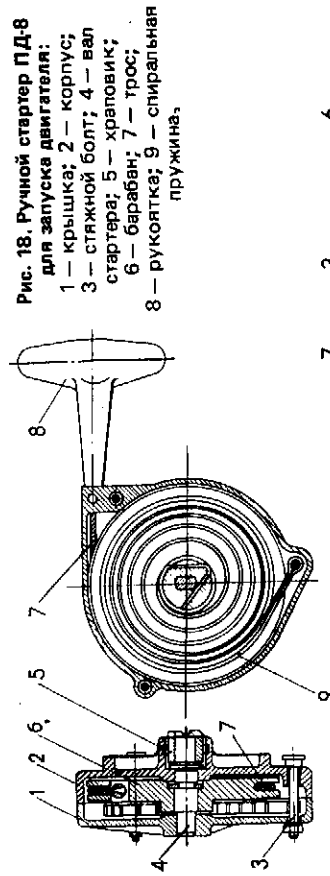
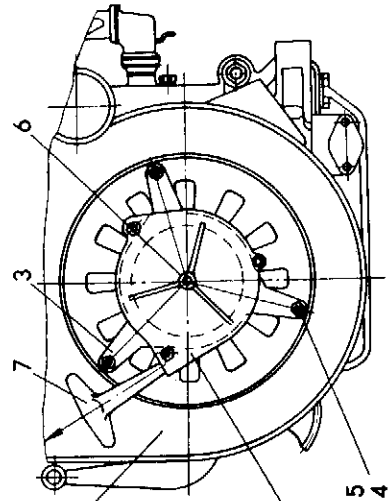

Рис. 18. Ручной стартер ПД-8 для запуска двигателя:
Рис. 19. Схема установки стартера ПД-8 на двигатель:
6.3.2. Стартер состоит из корпуса 2 и крышки 1, стянутых болтами 3 (рис. 18). В расточках корпуса и крышки установлен вал стартера 4 в сборе с храповиком 5. На лысках вала стартера посажен барабан 6, на который намотан трос 7. Один конец троса закреплен непосредственно на барабане, а второй выведен наружу и соединен с рукояткой запуска 8. Для возвращения барабана в исходное положение служит пружина 9, один конец которой закреплен на болту, стягивающем корпус стартера с крышкой, а второй — установлен в прорези барабана.
6.3.3. Для установки стартера 1 (рис. 19) на мотоблок служит кронштейн 3, закрепленный на двигателе с помощью трех болтов 4, приваренных своими головками к кожуху вентилятора 2.
6.3.4. Для приведения стартера в рабочее положение вставьте его посадочным пояском в отверстие кронштейна 3 и поверните по часовой стрелке (вверх) до упора болтов стартера 1 в кронштейн 3. После этого проверьте зазор между храповиком стартера 5 (рис. 18) и храповиком двигателя, который должен быть в пределах 2 мм. Если зазор будет больше или меньше 2,0 мм, отрегулируйте его гайкой 5 (рис. 19). При этом следите, чтобы кронштейн после регулировки был параллелен плоскости кожуха вентилятора.